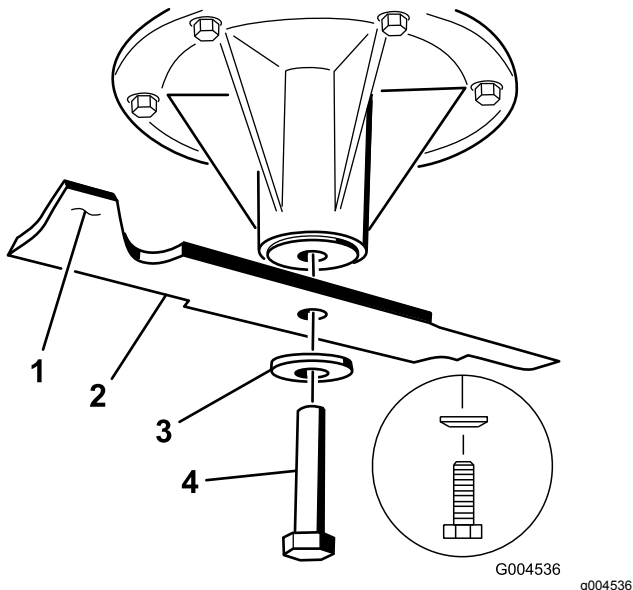

Bild 106
1. Setzen Sie das Messer auf die Spindelwelle (Bild 106).
2. Setzen Sie die Federscheibe und die Messerschraube ein (Bild 106).
Hinweis: Der Konus der Federscheibe muss bei der Installation in Richtung Schraubenkopf zeigen (Bild 106).